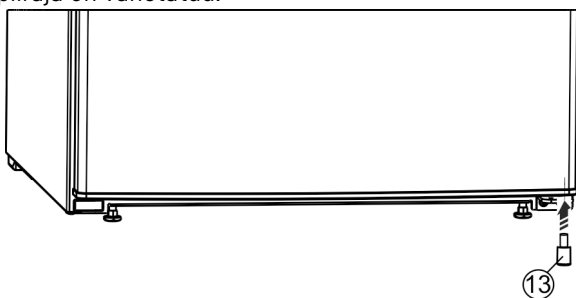

Fig. 27\*
- ▶ Pange distantsdetail Fig. 27 (13) all paremal jälle ukse sisse, sest see on seadme seisustabiilsuse jaoks oluline.\*